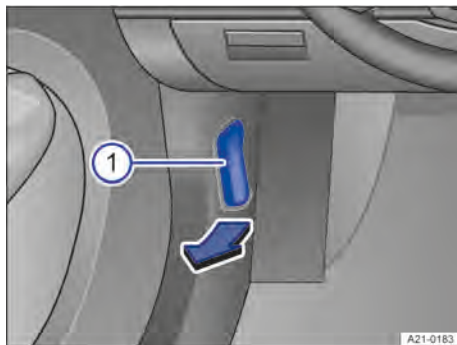

Fig. 178 Na área para os pés à esquerda: alavanca de destravamento da tampa do compartimento do motor (representação esquemática).
1. Antes de abrir a tampa do compartimento do motor, assegurar que os braços dos limpadores dos vidros estejam encostados no para-brisa → ①.
2. Abrir a porta do condutor e puxar a alavanca de destravamento no sentido da seta → Fig. 178 ①.